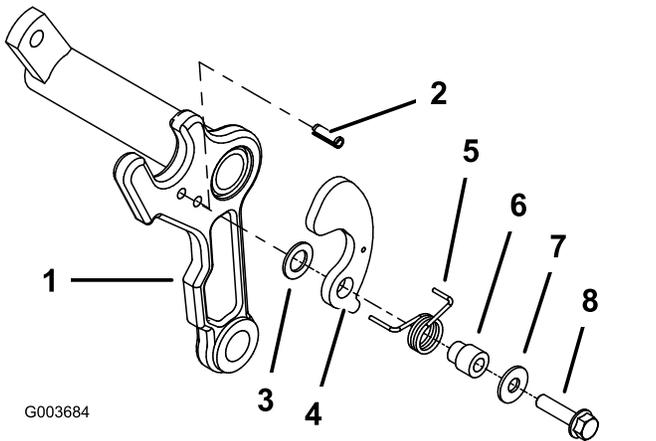

图6
4. 将一个柱销安装到每个滚刀组承载架相应一侧的下孔中图6。
5. 在安装柱销的承载架相同侧安装塑料垫圈、集草斗支架、扭转弹簧、集草斗环、扁平垫圈 3/8 x 7/8 英寸和螺栓 5/16 x 1-1/4 英寸请参阅图6。